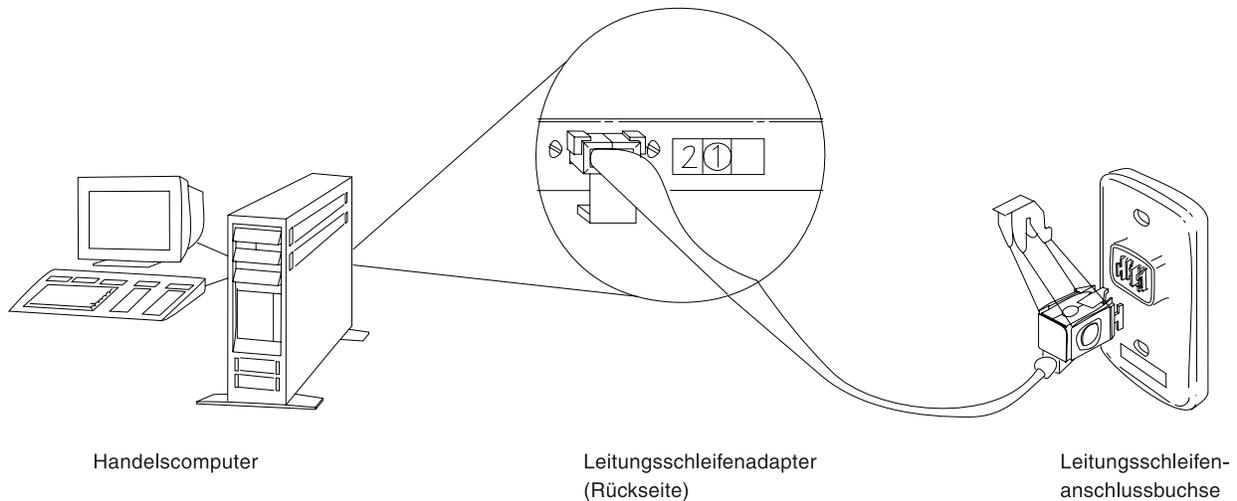
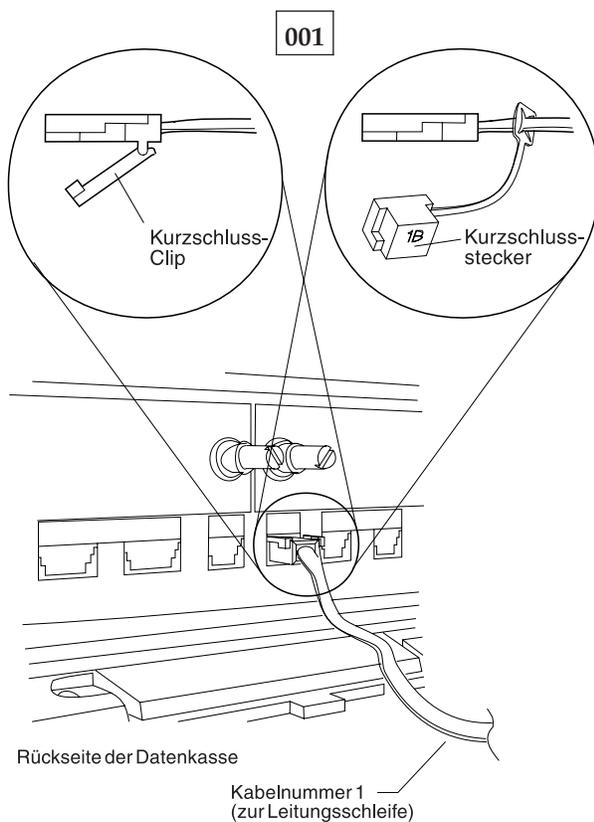

Abbildung 33. Leitungsschleifenadapter des Handelscomputers und Leitungsschleifenanschlussbuchse
Abbildung 34. Leitungsschleifenkabel 1 für Datenkasse Mod1 und Kurzschluss-Stecker 1B
- Sicherstellen, dass das Leitungsschleifenkabel an die Leitungsschleifenbuchse der Datenkasse angeschlossen ist, an der Nachricht W003 erscheint, und dass das andere Ende des Kabels an die Leitungsschleifenanschlussbuchse angeschlossen ist. Siehe Abb. 33 auf Seite 509 und Abb. 34 auf Seite 509.
- Den Kurzschluss-Stecker 1B an das kassenzugewandte Kabelende anschließen. Siehe Abschnitt Abb. 34 auf Seite 509.